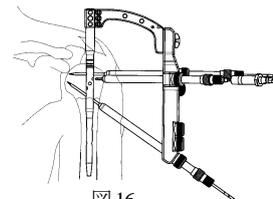

図 16
- 17) 骨質が脆い場合には、コーテックスドリルで外側皮質を開窓した後、ドリリングを行わずにスクリューの挿入が行えます。(図 16)